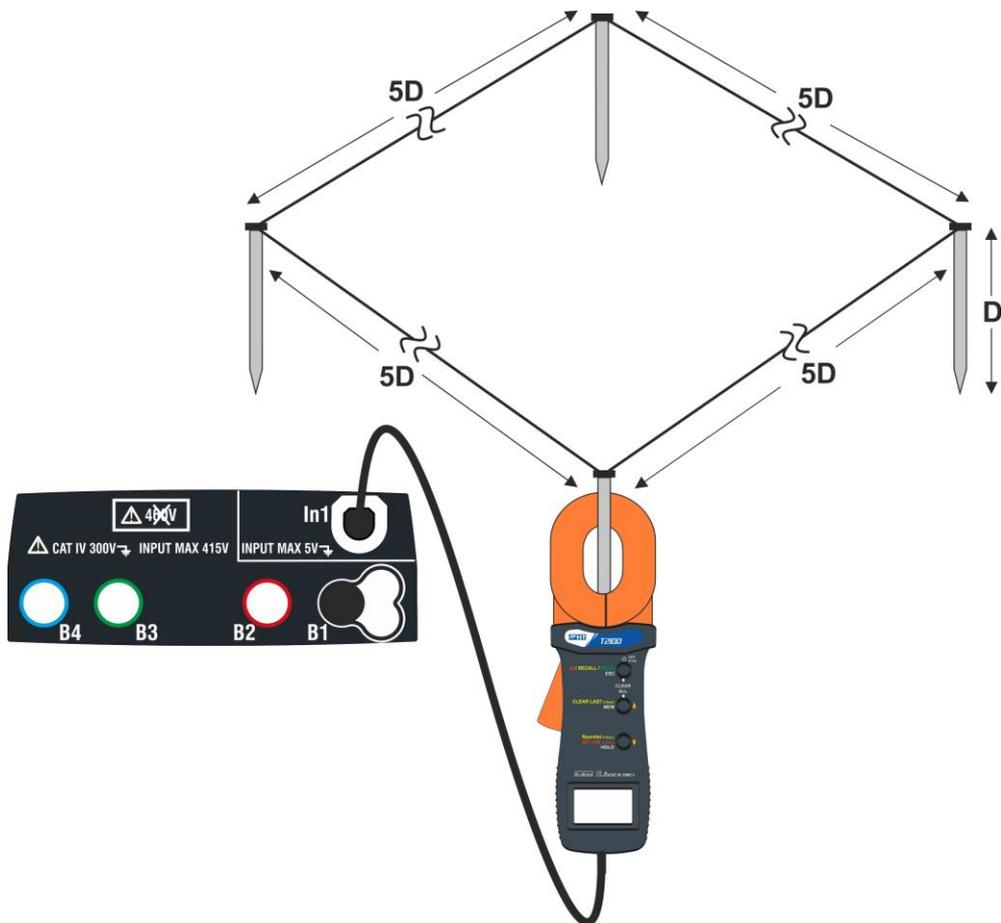

Fig. 32 : Mesure de la résistance d'électrodes de mise à la terre simples à l'aide de la pince T2100
La mesure exécutée par la pince T2100 peut être utilisée pour l'évaluation de résistances d'électrodes simples de mise à la terre dans le cadre d'une installation de terre sans besoin de les déconnecter, **dans l'hypothèse qu'elles ne s'influencent pas entre elles** (voir Fig. 32)
4. Connecter la pince à la première électrode du réseau de terre considérée comme il est montré à la Fig. 32. Remarquer la valeur de la résistance dans le champ **R** et appuyer sur l'icône  pour entrer cette valeur dans le calcul de la résistance en parallèle et augmenter le paramètre **N** d'une unité (**N** =1)